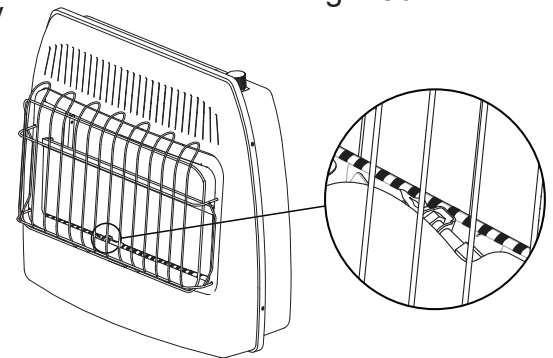

Fig. 24 - Ubicación de la llama del piloto
6. Con la perilla de control oprimida, presione el encendedor hasta que el piloto se encienda. El piloto es visible, centrado abajo de las quemador principal, detrás de la panel de vidrio. (Ver Fig. 24 en la página 19).
7. Mantenga oprimida la perilla de control durante (30) segundos después de que el piloto encienda. Suelte la perilla de control.
6. Con la perilla de control oprimida, presione el encendedor hasta que el piloto se encienda. El piloto es visible, centrado abajo de las placas, detrás de la rejilla frontal. (Ver Fig. 24)